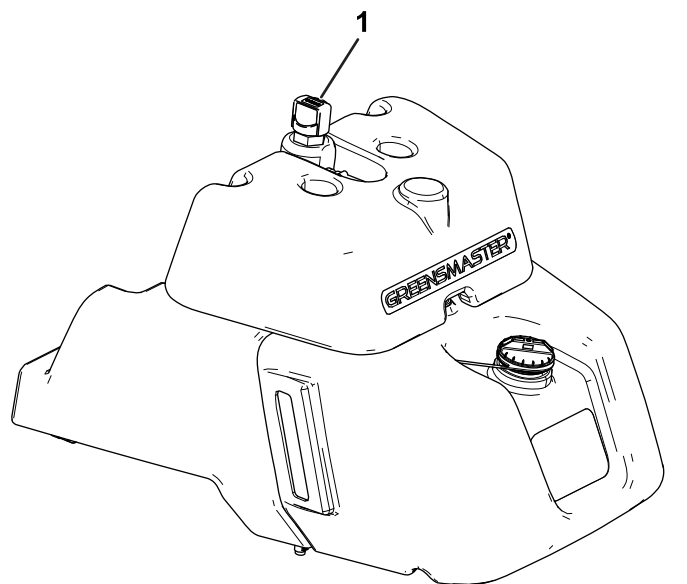

図 36
- メインの油圧オイルタンクに油量確認窓がついていない場合は、リークディテクタのタンク上部にあるディップスティックを探し出し**図 36**ステップ 3に進んでください。